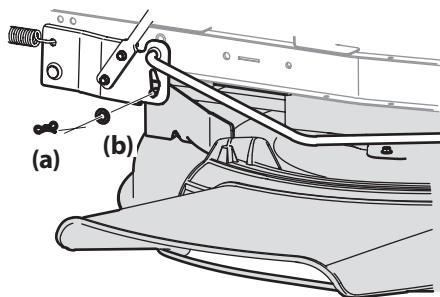

Figure 4-5
3. Enlevez la goupille papillon (a) et la rondelle plate (b) de l'ensemble de relevage du plateau de coupe et gardez-les pour les utiliser plus tard. Voir la Figure 4-5..